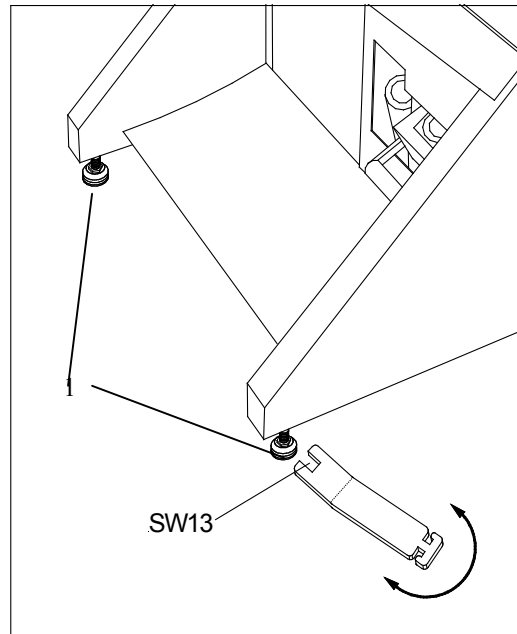

fig. 6
- Utilizar esta herramienta para girar al máximo los pies fijos ajustables del criostato hacia arriba (fig. 6) hasta que las ruedas recuperen el movimiento y el criostato pueda empujarse hacia atrás deslizándolo para sacarlo del palet.
- La separación entre el aparato y la pared debería ser de aprox. 15 cm. A tal efecto, atorníllense los espaciadores traseros (fig. 6a1).